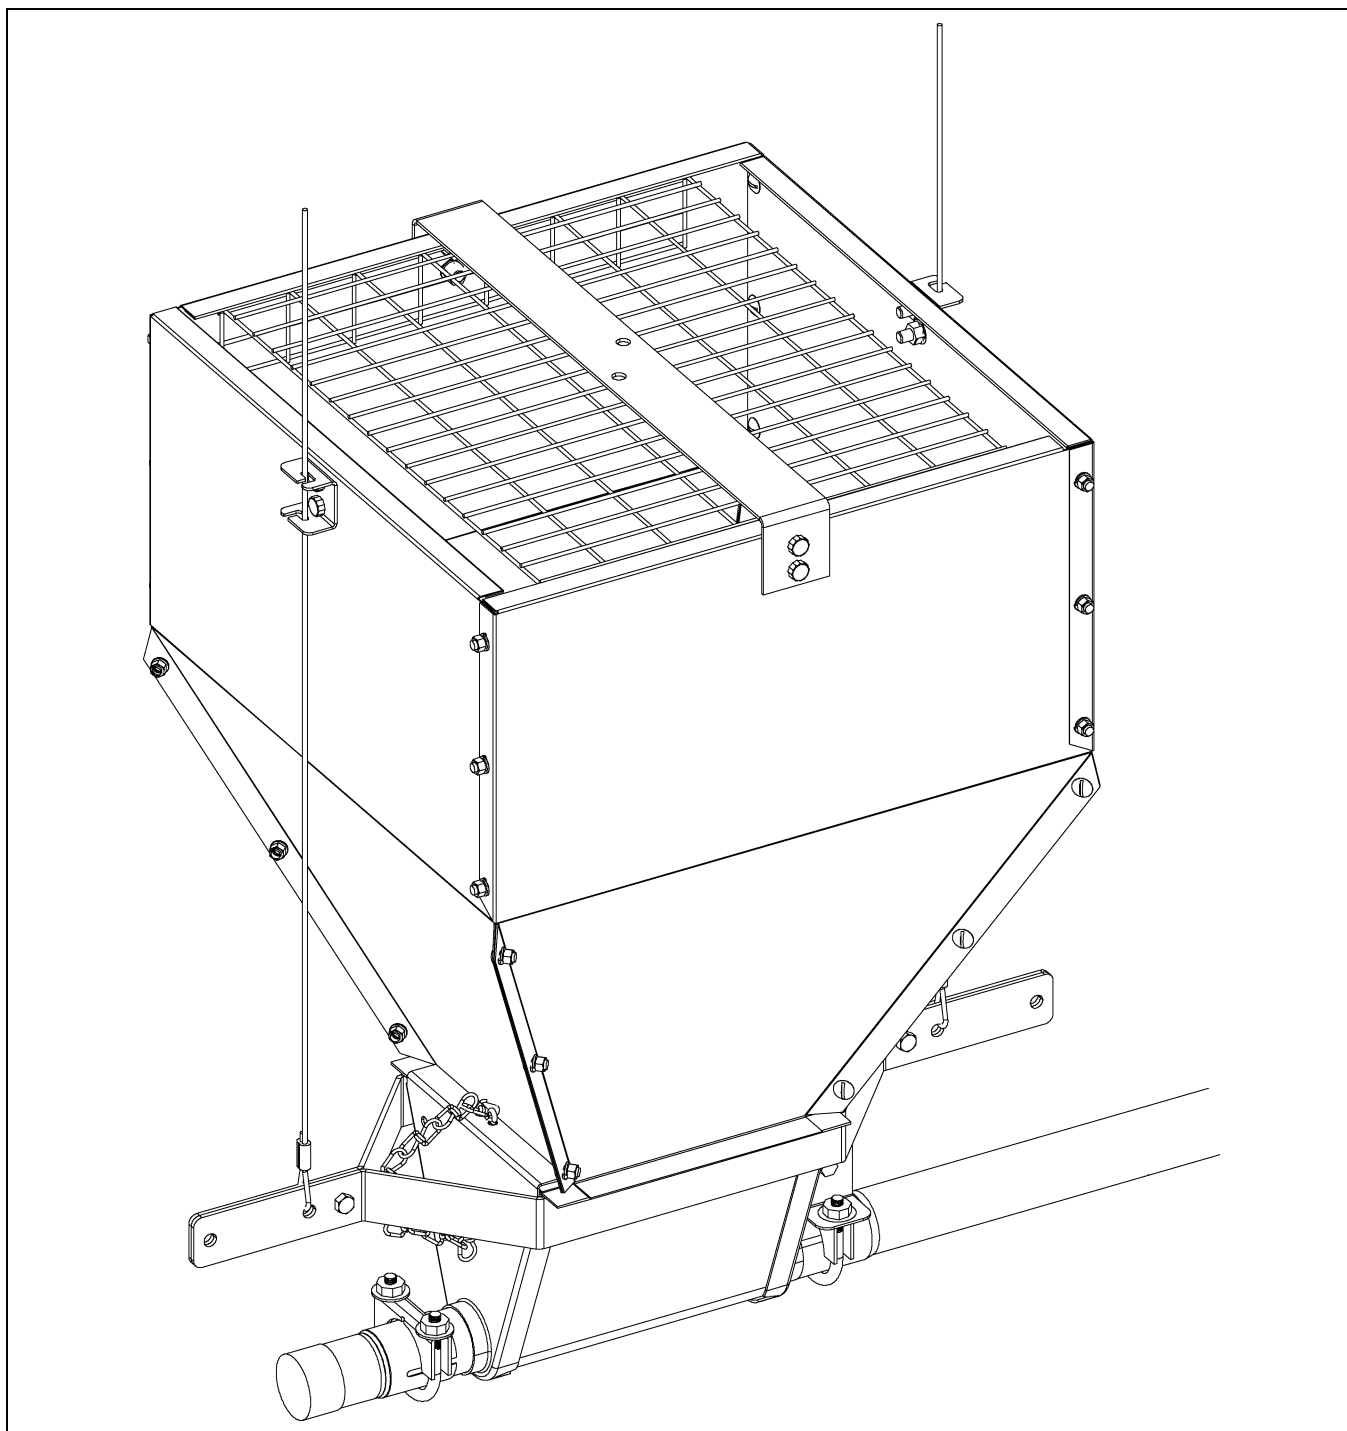

Рисунок 4АХ
- е. Скрепите две (2) половинки кронштейнов подвески бункера с помощью двух (2) болтов 5/16"-18 и гаек. Отводные кабели должны находиться на расстоянии 19" для бункеров № 120 и № 200 или 25" для бункеров № 300 и № 400. Подвесьте воронку с помощью двух (2) отводов с каждой стороны бункера, как показано на Рисунок 4АХ. Закрепите направляющие тросов с двух (2) сторон бункера с помощью четырех (4) болтов 5/16"-18 и гаек. Проложите трос через направляющие, соединяя их в желобах направляющих.